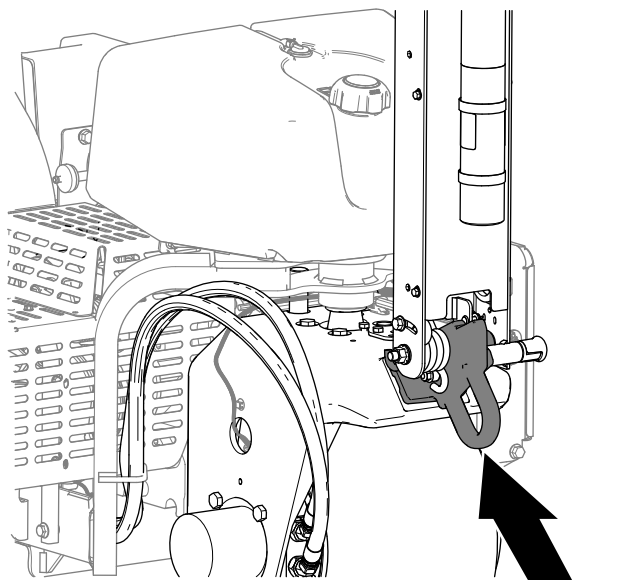

Рисунок 128
6. Если вы буксируете машину, тяните ее за переднюю крепежную скобу (Рисунок 128).